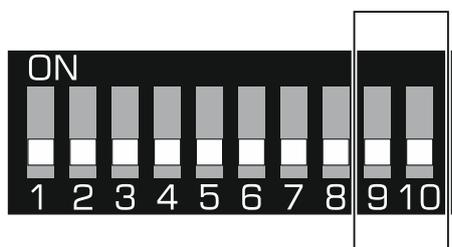

Рис. 2. Переключатели для определения режима работы контроллера.
**Переключатели 9 и 10** (рис. 2) предназначены для установки режима работы контроллера – см.: таблицу 1.